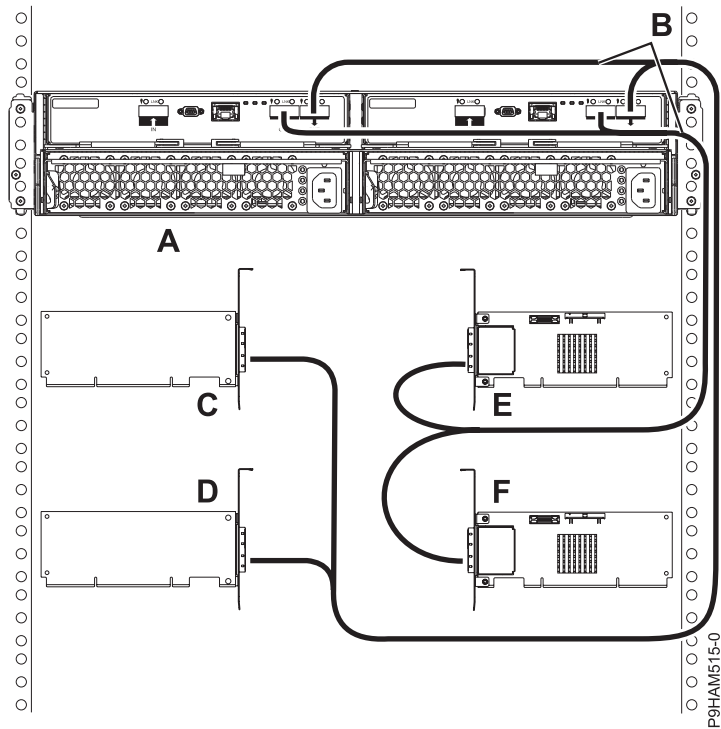

Abbildung 29. Modus 4-Anschluss eines Plattenlaufwerkgehäuses 5887 mit X-Kabeln an vier unabhängige SAS-Adapter
20. Schließen Sie ein Gehäuse im Modus 4 (A) mit X-Kabeln (B) an vier unabhängige SAS-Adapter (C, D, E und F) an, wie in Abb. 29 auf Seite 28 dargestellt, und fahren Sie anschließend mit „Kabel und Netzkabel anschließen und Abdeckungen installieren“ auf Seite 29 fort.